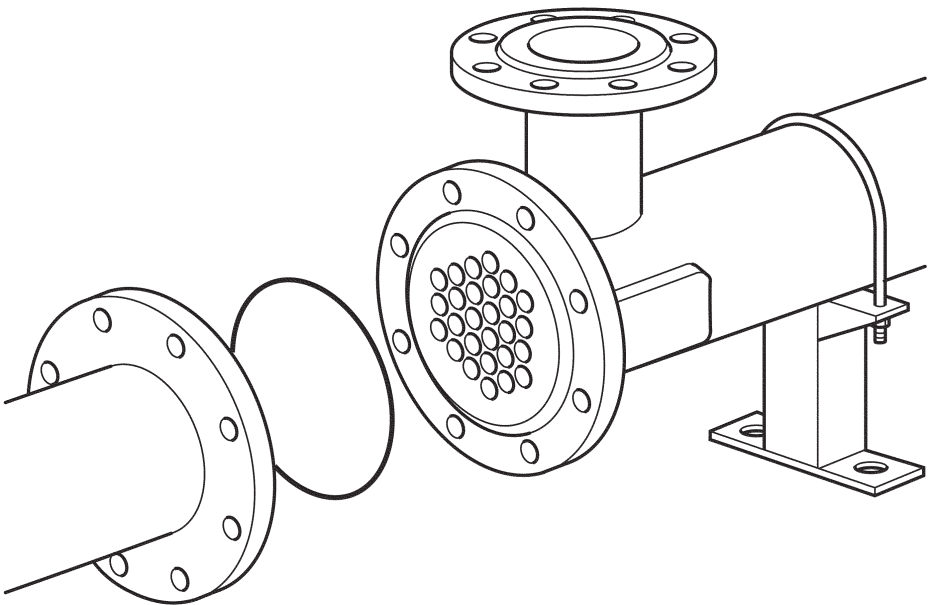

Fig. 12
- sostituire le vecchie guarnizioni con un set di guarnizioni nuove, come illustrato in Fig. 12.